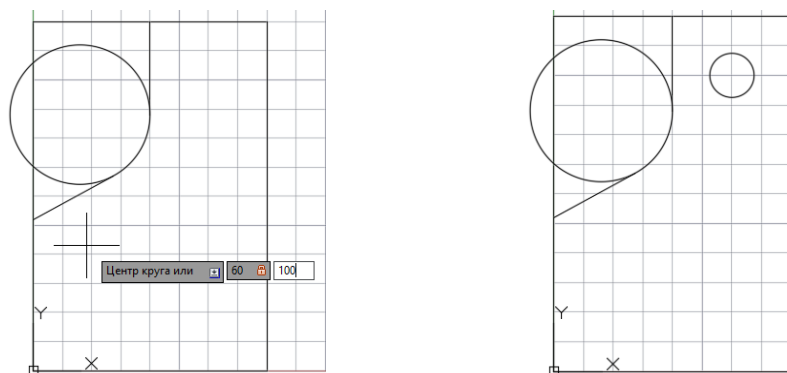

Рисунок 17 – Построение окружности радиусом 7,5 мм
3.8 В ленте (меню) выбираем инструмент "Круг" и строим окружность радиусом 7,5 мм с координатами: по оси $X=60$, по оси $Y=100$ (рисунок 17).